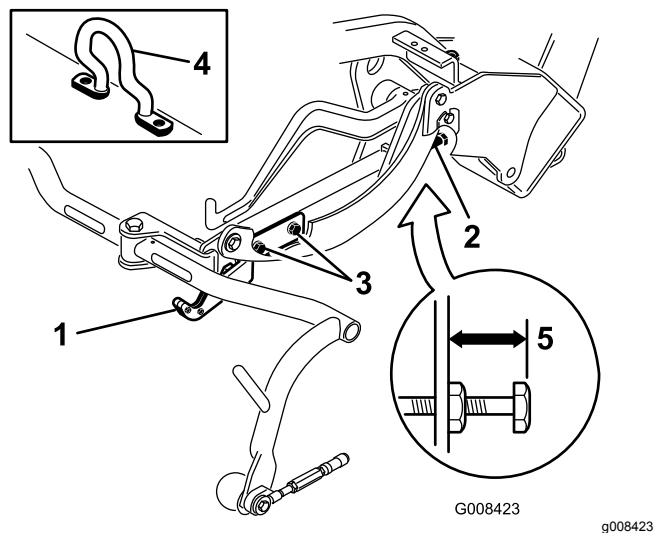
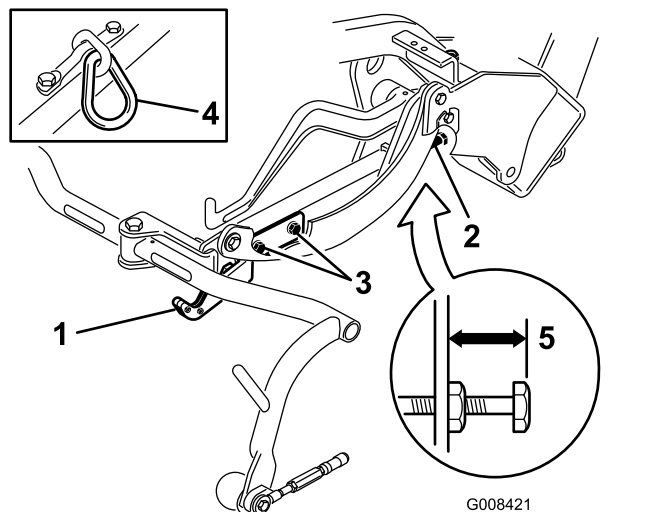
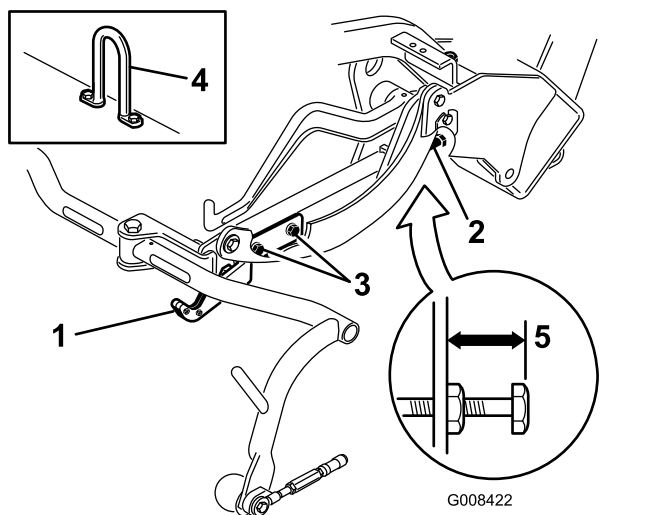

Figura 13
Figura 14
Figura 15
Verifique a altura de transporte (Figura 14 e Figura 15) e ajuste-a, se necessário.
2. Em unidades de corte equipadas com um gancho de elevação desviado (Figura 13, em destaque) verifique se a distância a partir da parte superior do parafuso de ajuste da estrutura de suporte até à parte posterior da estrutura de suporte é de 25 mm. Se a distância não for de 25 mm, avance para o passo 4.
- Desaperte os parafusos de montagem da placa de transporte (Figura 14, Figura 15 e Figura 13).
- Se as estruturas de suporte não estiverem à mesma altura, desaperte a porca de bloqueio no parafuso de ajuste da estrutura de suporte (Figura 13, Figura 14 e Figura 15). Rode o parafuso para fora para elevar e para dentro para descer. Aperte a porca de retenção após ajustar a altura devida.